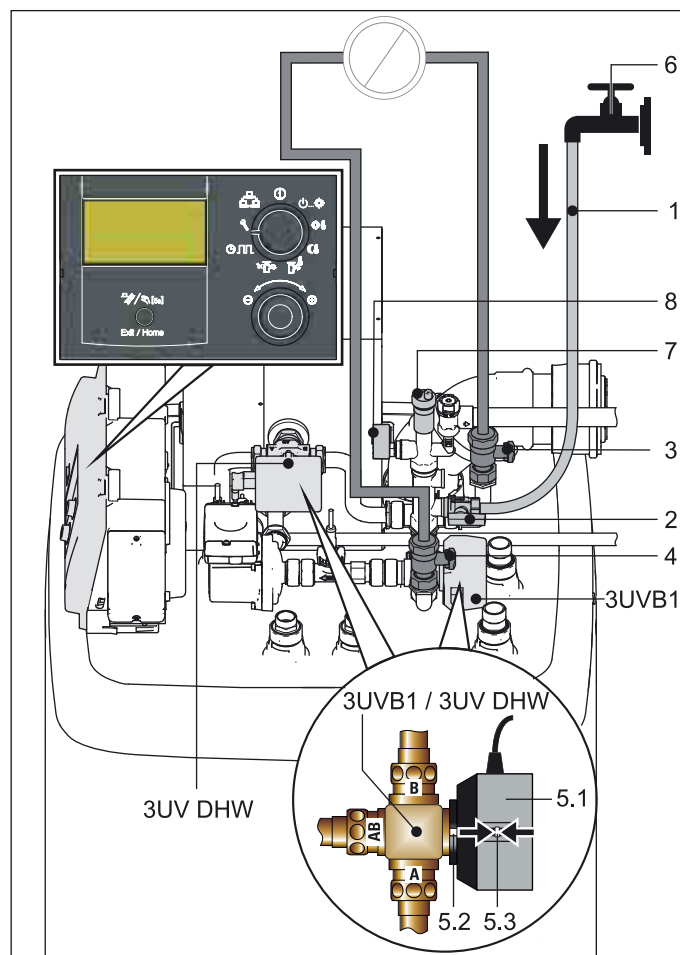

Figura 4-35 Llenar la instalación de calefacción y el circuito de carga del acumulador (representado en GCU compact 5xx)
Tab. 4-4 Leyenda para la figura 4-35
En la entrega se incluyen la válvulas de 3 vías integradas (3UV1/3UVB1/3UV DHW) en posición de llenado. La palanca manual (figura 4-35, pos. 5.3) se encuentra la posición intermedia encastrada. La válvula de 3 vías libera parcialmente ambas vías de caudal.
Si la palanca (figura 4-35, pos. 5.3) está alejada del cuerpo de la válvula (posición de válvula AB-B) o cerca del cuerpo de la válvula (posición de la válvula AB-A), debe colocarse la válvula de 3 vías en posición intermedia antes del proceso de llenado (véase el paso de trabajo 2 y el manual de instrucciones adjunto "ROTEX Regulación RoCon BF").
1. Encastrar la palanca de mano (figura 4-35, pos. 5.3) de la válvula de 3 vías (3UV1/3UVB1/3UV DHW) en posición intermedia (estado de entrega: sólo es posible si no hay corriente ni suministro).
2. Conectar la manguera de llenado (figura 4-35, pos. 1) con dispositivo anti-retorno (1/2") a la llave KFE (figura 4-35, pos. 2) y asegurarla mediante una abrazadera para evitar su deslizamiento.
3. Abrir la llave de agua (figura 4-35, pos. 6) de la línea de admisión.
4. Abrir la llave de llenado y vaciado de caldera (figura 4-35, pos. 2) y observar el manómetro (figura 4-35, pos. 8).
6. Cerrar la llave KFE (figura 4-35, pos. 2).
8. Comprobar nuevamente la presión de agua en el manómetro y, en caso necesario, rellenar agua mediante la llave KFE (figura 4-35, pos. 2).
9. Cerrar la llave de agua (figura 4-35, pos. 6) de la línea de admisión.
10. Desconectar la manguera de llenado (figura 4-35, pos. 1) con el dispositivo anti-retorno de la llave KFE (figura 4-35, pos. 2).